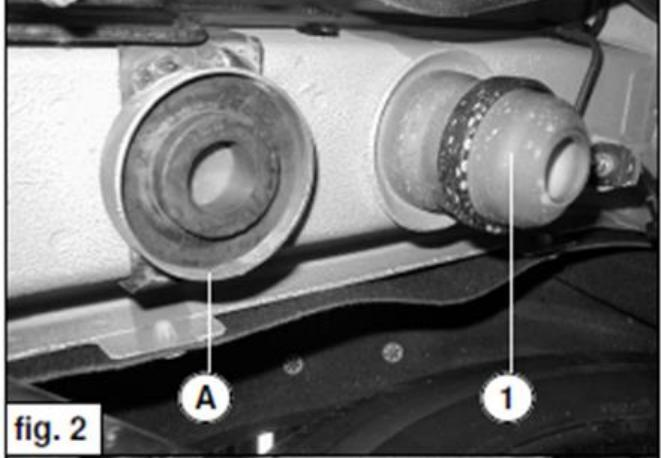

fig. 2
- Plaats de bovenbeugel **A** om de chassisbalk. Let er op dat de opgelaste strip in het gat van de chassisbalk valt en aan de kant van de buffer **1** zit. Zie fig. 2.
- Fit the upper bracket **A** around the chassis member. Take care that the welded strip is centring into the hole of the chassis member and is fitted at the bump stop **1** side. See fig. 2.
3. Montieren Sie den obere Federteller um das Chassis. Achten Sie darauf dass das aufgeschweißte Teil in das loch des Chassis zentriert und das es an dem Puffer Seite ist. Siehe Fig. 2
3. Placez la coupelle supérieure **A** autour du longeron du châssis. Veillez à ce que la bande soudée se loge correctement dans le trou du longeron et soit positionnée du côté du tampon **1**. Voir fig. 2.